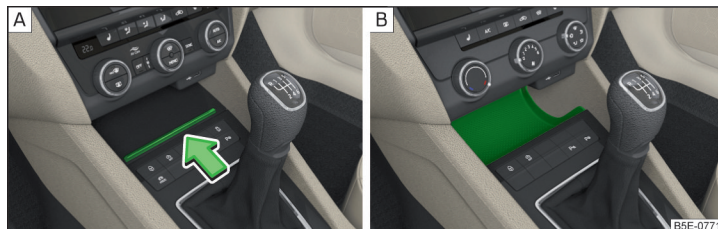

Fig. 99 Abrir compartimento guardaobjetos / Compartimento guardaobjetos no cerrado
- » Para **abrir**, presionar sobre la regleta en el sentido de la flecha » fig. 99 - **A**.
Determinadas versiones de modelo no disponen de ninguna tapa del compartimento guardaobjetos » fig. 99 - **B**.